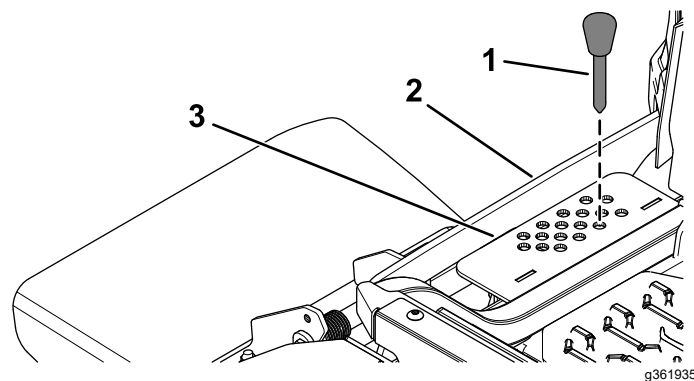

Figura 31
2. Selecione um orifício, no suporte da altura de corte, que corresponda à altura de corte desejada e insira o pino (Figura 31).
3. Empurre para baixo o interruptor de elevação da plataforma até que a ligação da altura de corte contacte ligeiramente com o pino da altura de corte (Figura 31).